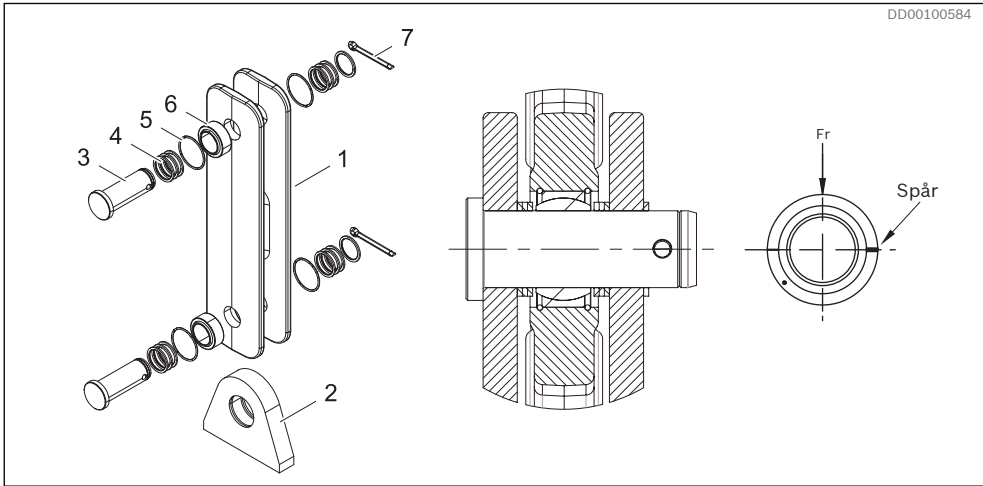
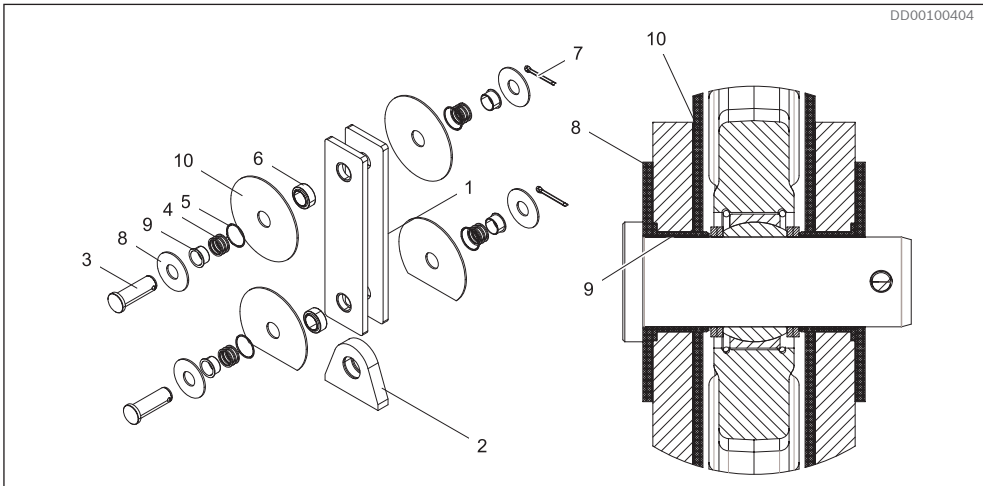
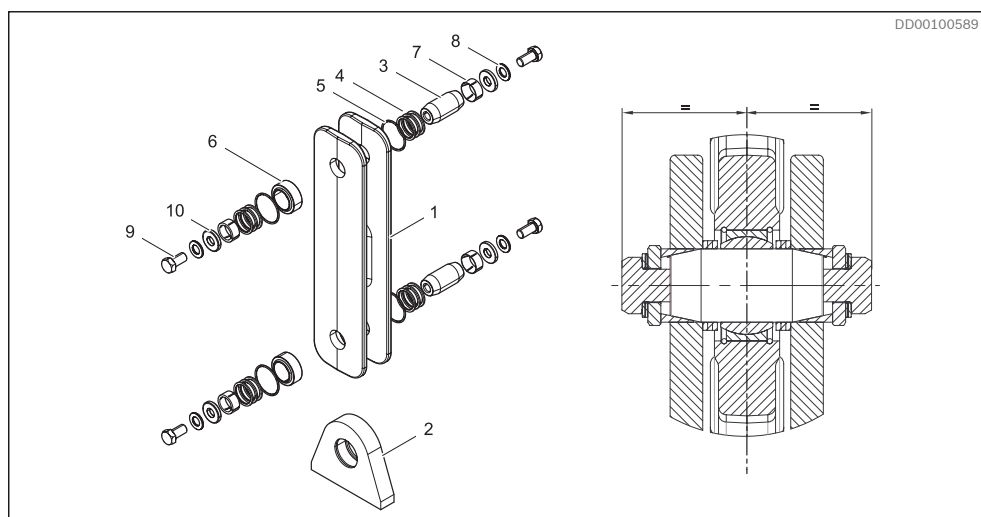

Fig. 22: Standardmässig ledad koppling TC A
Fig. 23: Elektriskt isolerad ledad koppling TC A
Fig. 24: Ledad koppling för tung belastning TC A
- 2 Den ledade kopplingen och ledlagret måste demonteras före svetsning. Se Fig. 22 och Fig. 23.
1. Placera en monteringshylsa eller ett rör mot lagrets ytterring när du monterar lagret (6).
2. Montera lagret med spåret i ytterringen vinkelrät mot belastningsriktningen. Se Fig. 22 (gäller även Fig. 23).
3. Fixera lagren med spårningar (5).
4. Montera övriga komponenter enligt Fig. 22 och Fig. 23.
2. Montera lagret (6) med spåret i ytterringen vinkelrät mot belastningsriktningen. Se Fig. 22 (gäller även Fig. 24).
3. Fixera lagren (6) med spårringar (5).
4. Smörj hylsorna (7) och axeln (3) med fett, helst grafitfett. Låt det inte komma fett på gängorna.
5. För in axeln (3) och därefter stödbrickorna (4) och placera axeln (3) i hålen. Säkerställ att axeln är centrerad, se Fig. 24. Montera hylsorna (7), dra sedan fast skruvförbanden med killåsbrickor (9). Dra åt skruvarna till 350 Nm.